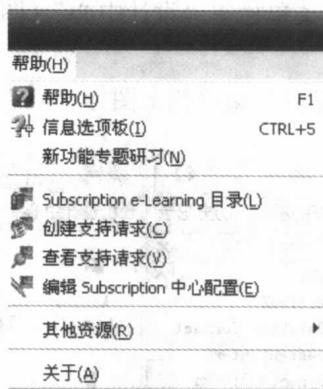

图 1-8 “帮助”菜单栏
1. 菜单栏中获取(图1-8)
6. 绘制实训图 1-8 所示的正六角形。